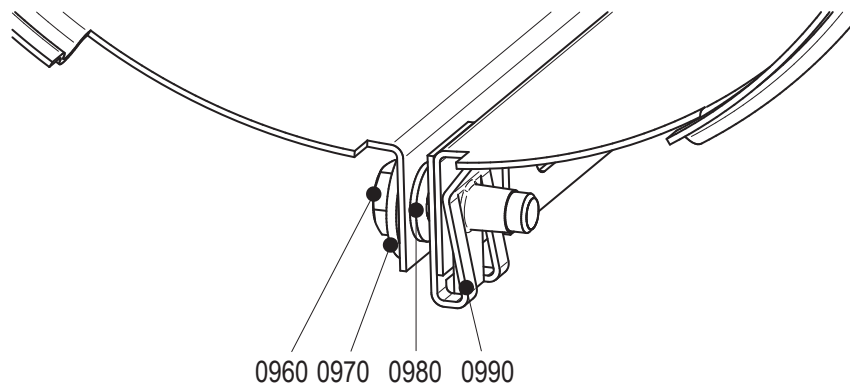

Bild 15: Justering mantel.
- 1 Ta loss skruvarna (0960). Se bild 15.
3 Stäng manteln och sätt i skruv (0960). Se bild 15.
5 Stäng manteln och sätt i skruv (0960). Se bild 15.